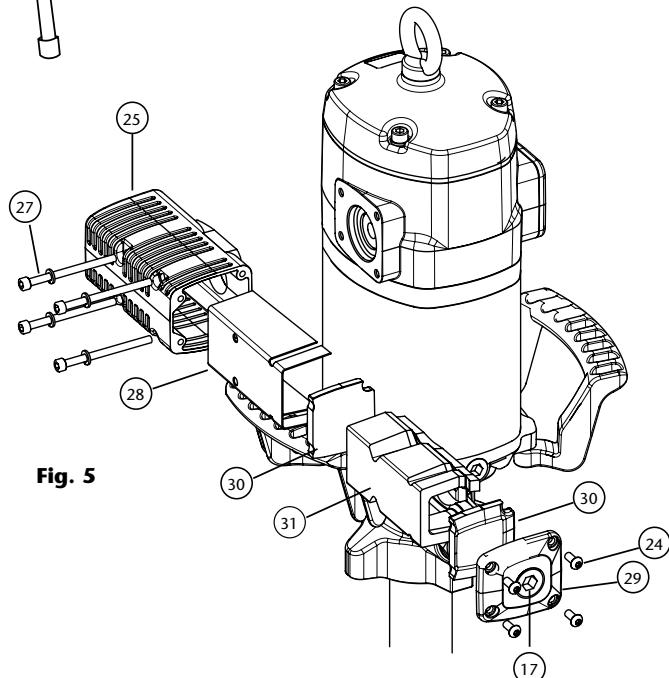

Fig. 5
1. Fije la bomba en posición horizontal en una mordaza (fig. 5). Dé unos golpes con un martillo en el tubo superior (73), cerca de la unión con el cuerpo (69) para romper el sellador de rosca.
3. Una vez desenroscado, tire del motor hasta ver el pasador (70) del vástago (49). Con un martillo y un botador, saque el pasador (70). El motor queda suelto.